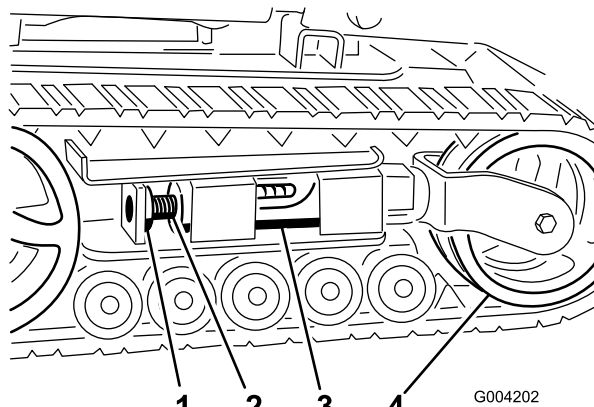
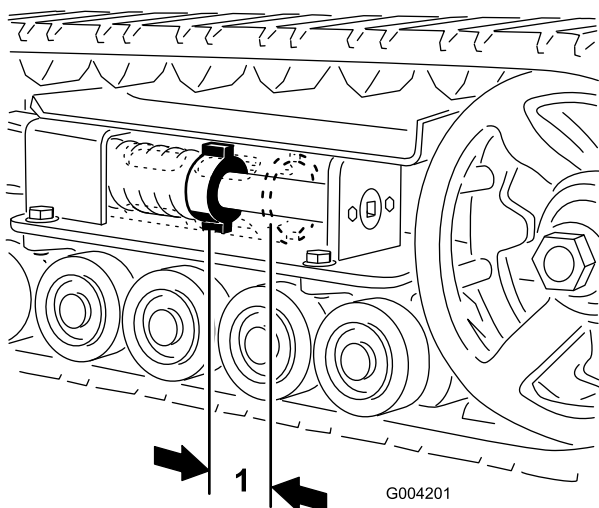
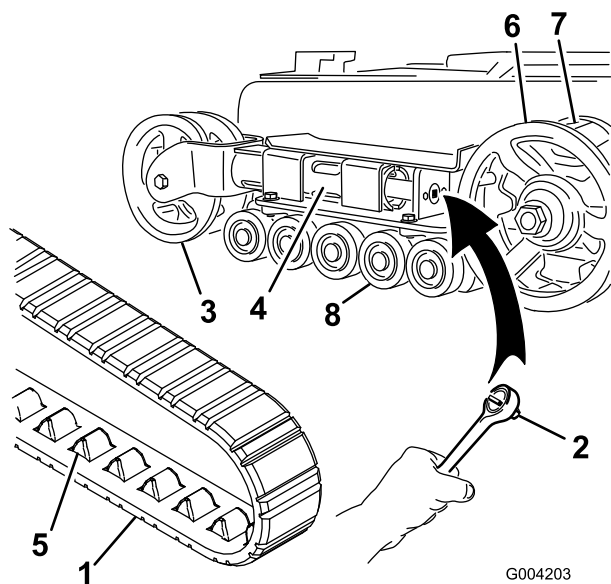
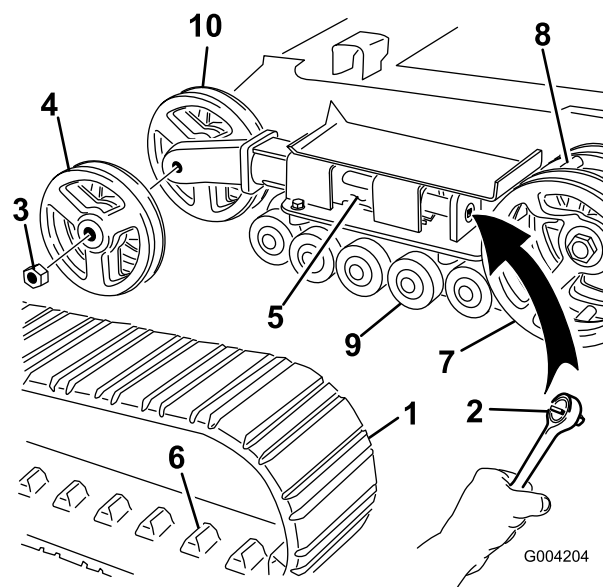

Рисунок 45
Рисунок 44
Рисунок 46
Рисунок 47
Между натяжной гайкой и задней стороной натяжной трубы должен быть зазор 2-3/4 дюйма (7 см) (Рисунок 44). Если это не так, отрегулируйте натяжение гусеницы, используя следующую методику:
3. Отвинтите зажимной болт и гайку (Рисунок 45).
4. Используя сменную головку размером 1/2 дюйма (Рисунок 46), поворачивайте натяжной винт против часовой стрелки до тех пор, пока расстояние между натяжной гайкой и задней стороной натяжной трубы (Рисунок 44) не станет равным 2-3/4 дюйма (7 см).
5. Совместите ближайшую выемку в натяжном винте с отверстием в зажимном болте и закрепите винт при помощи зажимного болта и гайки (Рисунок 45).
4. Используя сменную головку размером 1/2 дюйма, ослабьте натяжение привода, вращая натяжной винт по часовой стрелке (Рисунок 45 и Рисунок 46).
5. Надавите на натяжной каток в направлении задней части тягового блока, чтобы придвинуть трубу вилки к каркасу (Рисунок 46). (Если она не касается каркаса, продолжайте вращать натяжной винт до тех пор, пока труба вилки не приблизится вплотную к каркасу.)
7. Когда гусеница будет снята с натяжного катка, снимите ее с ведущего колеса и опорных катков (Рисунок 46).
8. Начиная с ведущего колеса, проложите вокруг него новую гусеницу, убедившись, что выступы на гусенице входят в зазор между проставками на колесе (Рисунок 46).
9. Протолкните гусеницу под опорные катки и одновременно между ними (Рисунок 46).
11. Вращайте натяжной винт против часовой стрелки до тех пор, пока расстояние между натяжной гайкой и задней стороной трубы вилки (Рисунок 44) не станет равным 2-3/4 дюйма (7 см).
4. Используя сменную головку размером 1/2 дюйма, ослабьте натяжение привода, вращая натяжной винт по часовой стрелке (Рисунок 45 и Рисунок 47).
5. Надавите на натяжной каток в направлении задней части тягового блока, чтобы придвинуть трубу вилки к каркасу (Рисунок 47). (Если она не касается каркаса, продолжайте вращать натяжной винт до тех пор, пока труба вилки не приблизится вплотную к каркасу.)
6. Отвинтите гайку, которая крепит внешний натяжной каток, и снимите каток (Рисунок 47).
7. Снимите гусеницу (Рисунок 47).
8. Отвинтите гайку, которая крепит внутренний натяжной каток, и снимите каток (Рисунок 47).
12. Установите внутренний натяжной каток и закрепите его отвинченной ранее гайкой (Рисунок 47).
14. Установите новую гусеницу, убедившись, что выступы на гусенице входят в зазор между проставками в средней части ведущего колеса (Рисунок 47).
15. Установите внешний натяжной каток и закрепите его отвинченной ранее гайкой (Рисунок 47).
17. Вращайте натяжной винт против часовой стрелки до тех пор, пока расстояние между натяжной гайкой и задней стороной натяжной трубы (Рисунок 44) не станет равным 2-3/4 дюйма (7 см).